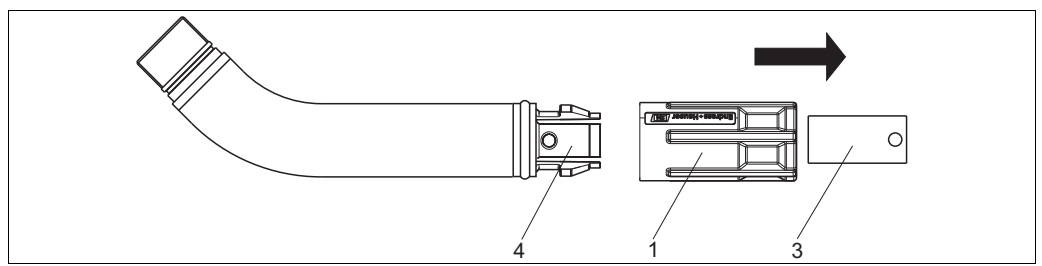

Fig. 13: Desmontaje del fijador de desenganche rápido
3. Las pinzas de conexión se desbloquean. Quitar la tuerca adaptadora y la herramienta de montaje (→ Fig. 13).